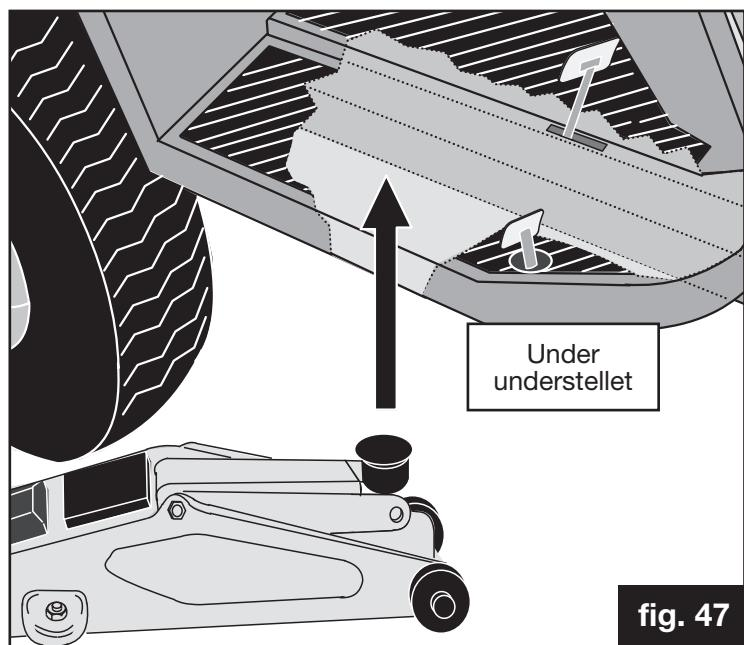

fig. 47
## Ta av bakhjul (fig. 47 og 48)
- ✓ Plasser en jekk under jekkpunktet vist i fig. 47 (på samme side som hjulet som skal tas av). Jekk opp traktoren inntil hjulet som skal tas av er godt klar av bakken.